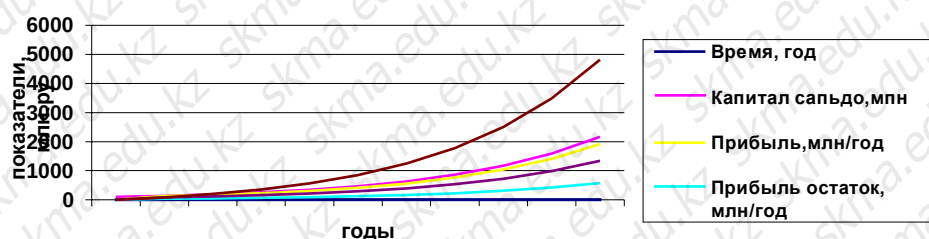

Рисунок 11.2. Поступление средств в бюджет при разных налоговых ставках
- Запускает модель. Программа выводит таблицу (таблица 11.1) изменения показателей во времени и строит один из графиков (рисунок 11.2). Меняет ставку налога.